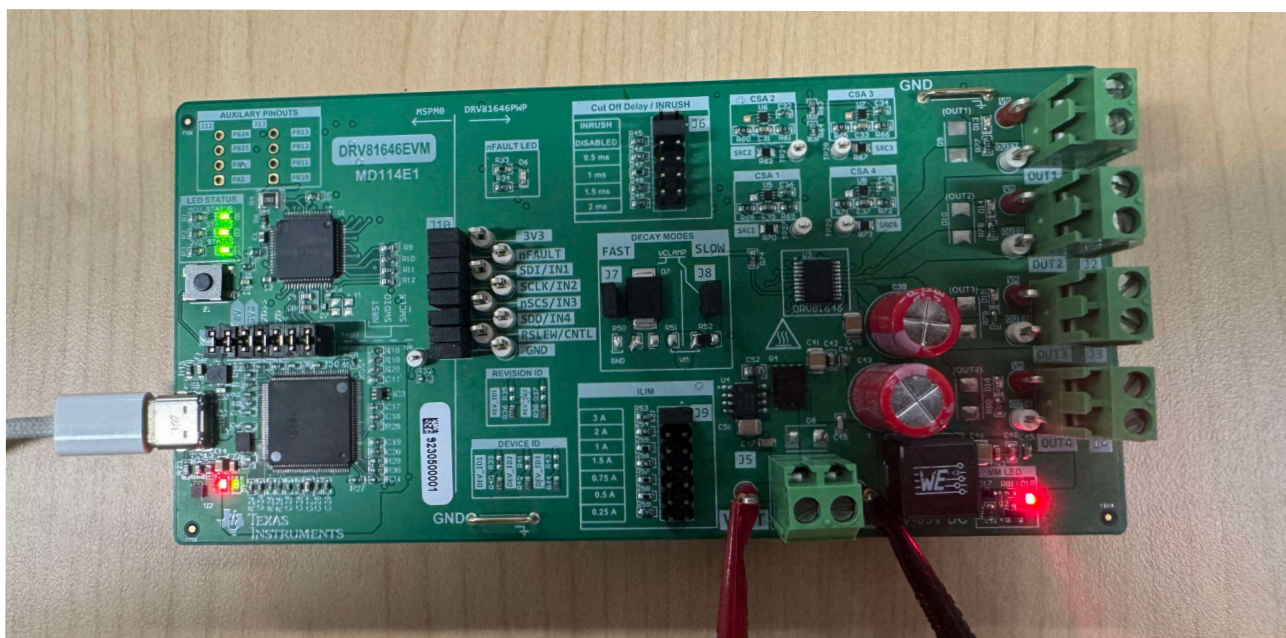

図 2-6. ハードウェア設定
3. 電源をオンにします。LED D18 (VM) が点灯します。設定画像は、図 2-6 を参照してください。この評価基板は、間違った電源接続による損傷を防止するための、逆極性保護機能を搭載しています。LED D18 インジケータが点灯しない場合は、電源の極性接続が正しいことを確認してください。
5. これでセットアップが完了です。設定画像は、図 2-6 を参照してください。